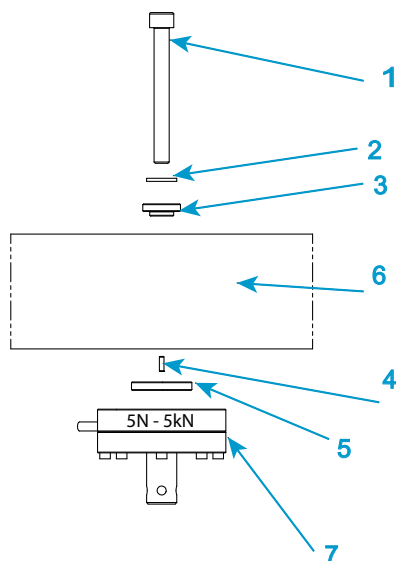

図 17. 2530 シリーズのロードセルの取り付け - 容量 5 N ~ 5 kN
説明 図 17
- 75 ページの図 17 とそれに関連する説明文を参照してください。